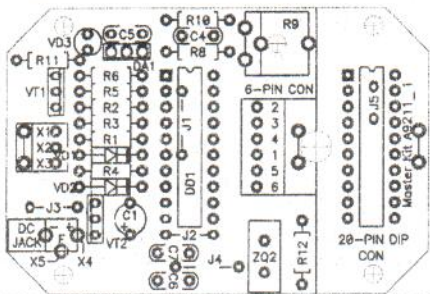

Рис.3 Монтажная схема
3. Установите все детали согласно рис.3 в следующей последовательности: сначала малогабаритные, а потом все остальные элементы;